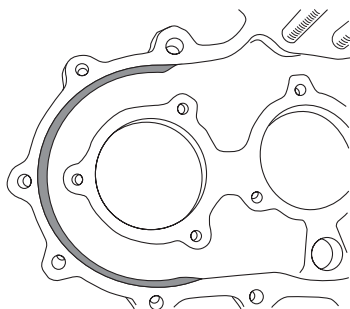

Рис. 12
10. Установите вал переднего моста с подшипником на крышку РК. Доработайте крышку (Рис. 12, выделено серым).